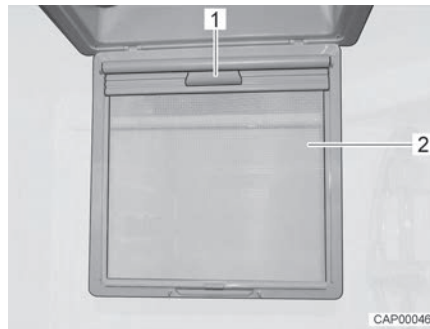

Fig. 51 Store occultant
- Rabattre la moustiquaire (Fig. 51,2) vers le bas.
- Tirer le store occultant vers le bas par la poignée (Fig. 51,1) jusqu'à ce qu'il s'enclenche du côté opposé.
- Désenclencher le store occultant par la poignée (Fig. 51,1) et le faire remonter lentement dans sa position initiale.
- Faire basculer la moustiquaire (Fig. 51,2) vers le haut jusqu'à ce qu'elle s'enclenche.